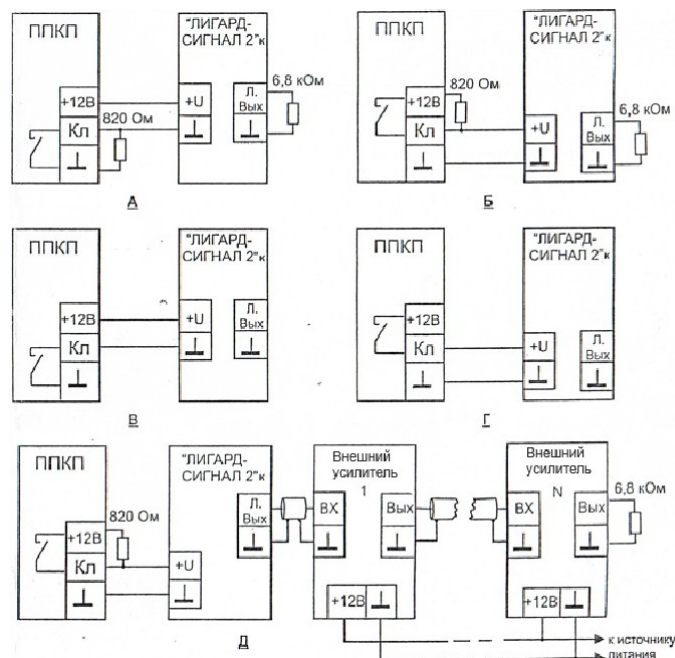

Рис.3 Монтажные схемы Лигард-Сигнал-1
- смонтируйте, **соблюдая полярность** входную (питающую) линию оповещателя в соответствии одной из схем, представленных на рис.3. При этом сопротивление проводов и переходных контактов линии должно быть не более 2 Ом;